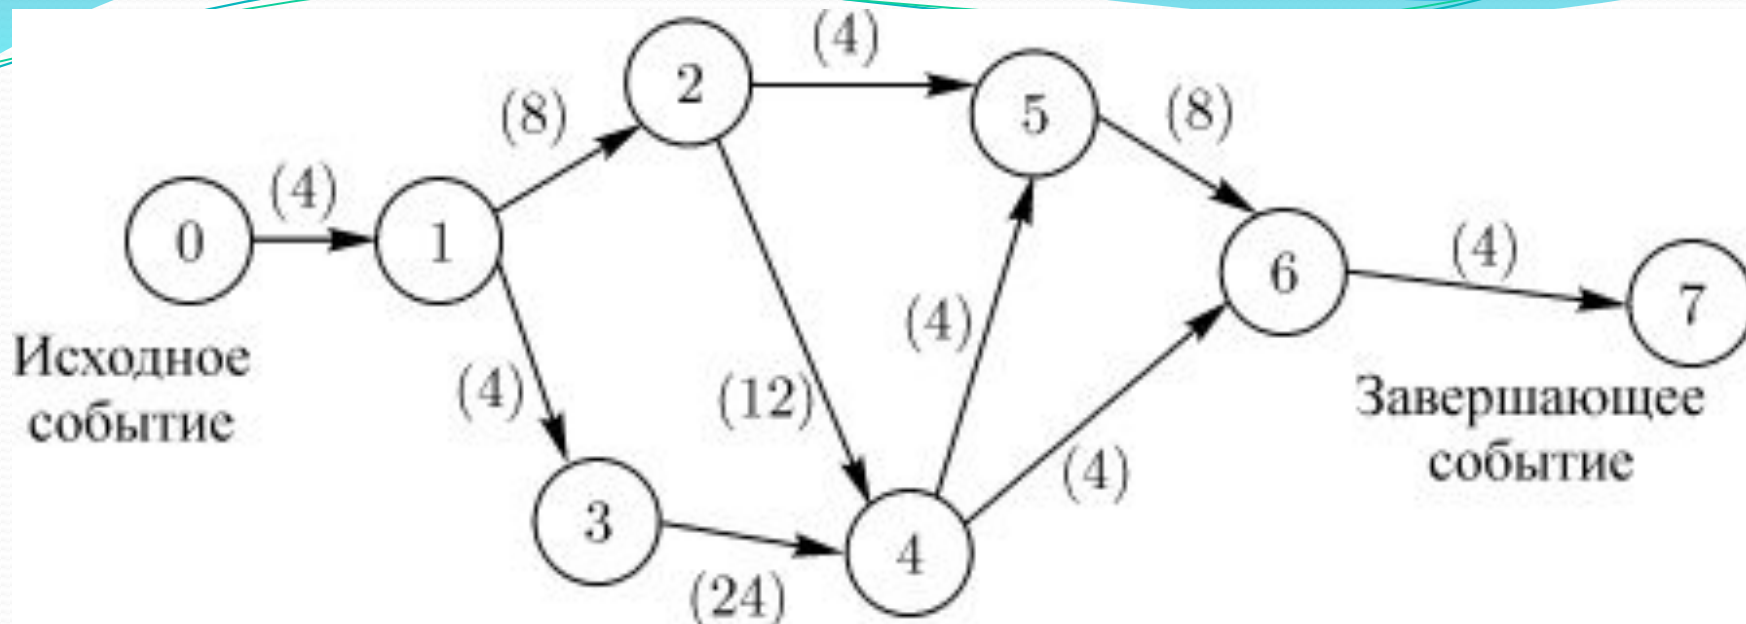

Рис. 14.1.
Вычеркиваются все работы, выходящие из события с номером "0", и просматриваются все события, в которых оканчиваются эти вычеркнутые работы. Среди просмотренных находятся события, которые не имеют входящих в них работ (за исключением уже вычеркнутых). Они называются событиями первого ранга и обозначаются (вообще, в произвольном порядке) числами натурального ряда, начиная с единицы (на рис. 14.1 это событие 1).
- Затем вычеркиваются все работы, выходящие из событий первого ранга, и среди них находятся события, не имеющие входящих работ (кроме вычеркнутых). Это — события второго ранга, которые нумеруются следующими числами натурального ряда (например, 2 и 3 на рис. 14.1).
- Последовательные работы и события формируют цепочки (пути), которые ведут от исходного события сетевого графика к завершающему. Например, путь $0 \rightarrow 1 \rightarrow 2 \rightarrow 5 \rightarrow 6 \rightarrow 7$ сетевого графика, показанного на (рис.14.1), включает в себя события $0, 1, 2, 5, 6, 7$ и работы $(0 - 1), (1 - 2), (2 - 5), (5 - 6), (6 - 7)$.
- На основании изложенного можно сказать, что ранг события — это максимальное число отдельных работ, входящих в какой-либо из путей, ведущих из нулевого (исходного) события в данное. Так, события первого ранга не имеют путей, состоящих более чем из одной работы, ведущих в них из 0 (например, событие 1 на рис.14.1). События второго ранга связаны с 0 путями, которые состоят не более чем из двух работ, причем для каждого события второго ранга хоть один такой путь обязательно существует. Например, на (рис.14.1) событие 4 — событие третьего ранга, так как пути, ведущие в это событие из 0, включают только три работы — $(0 - 1)$, $(1 - 3)$ и $(3 - 4)$ или $(0 - 1)$, $(1 - 2)$ и $(2 - 4)$.